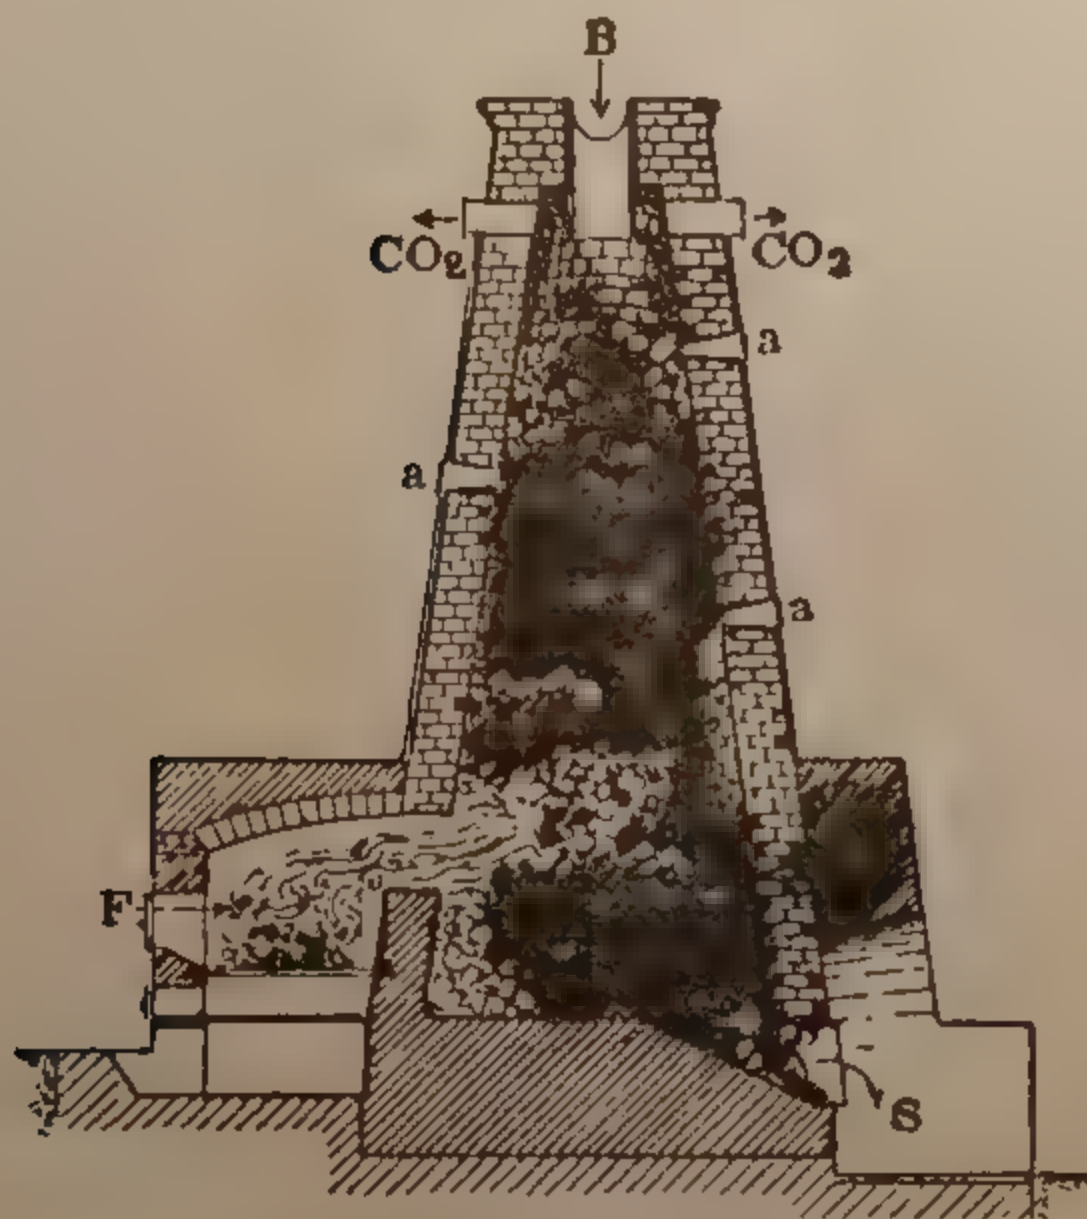

FIG. 137. - Fornace da calce
**Ossido di calcio CaO.** — Dicesi anche *calce viva* o semplicemente *calce*: si ottiene scaldando entro forni, detti *fornaci da calce* (fig. 137) la pietra da calce, cioè carbonato di calcio: la pietra si decompone sviluppando anidride carbonica: